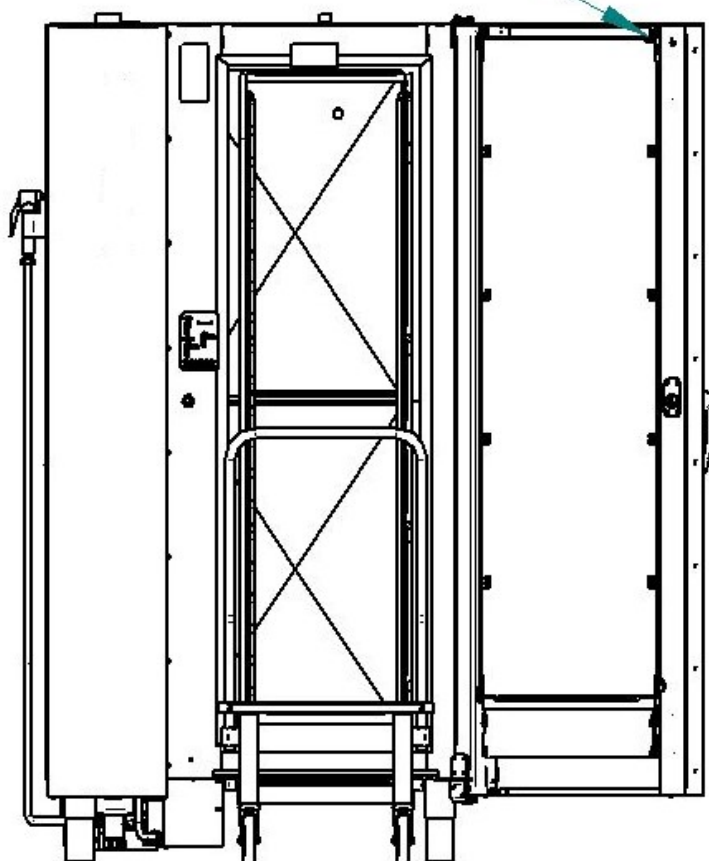

Рис.32 Открывание внутреннего стекла.
- по мере необходимости, поверните затвор стекла двери и откройте внутреннее стекло (см. рис.32).